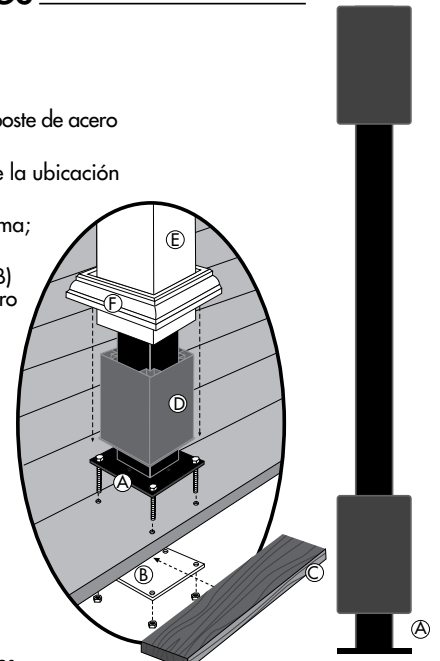
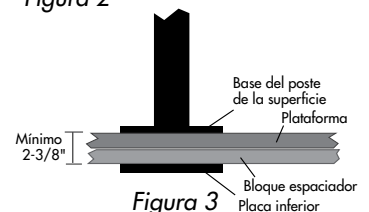

Figura 2
Figura 3
- 2.) Corte un bloque de madera de 2x6 (mínimo) Figura 2 (C) y sujete los largueros subestructurales por debajo de la ubicación del poste Figura 3.
- 4.) Empuje los pernos de 5/16" (no incluidos) a través de la placa del poste y fije la placa inferior separada Figura 2 (B) desde debajo de la superficie de la plataforma (puede nivelar los postes según se necesite usando arandelas de acero como cuñas).
- 5.) Coloque nuevamente el espaciador inferior de plástico a la posición original Figura 2 (D).
- 6.) Deslice la funda del poste de vinilo Figura 2 (E) sobre el espaciador de plástico.
- 8.) Instale la moldura base Figura 2 (F) alrededor de la funda del poste en la superficie de la plataforma antes de instalar el barandal.